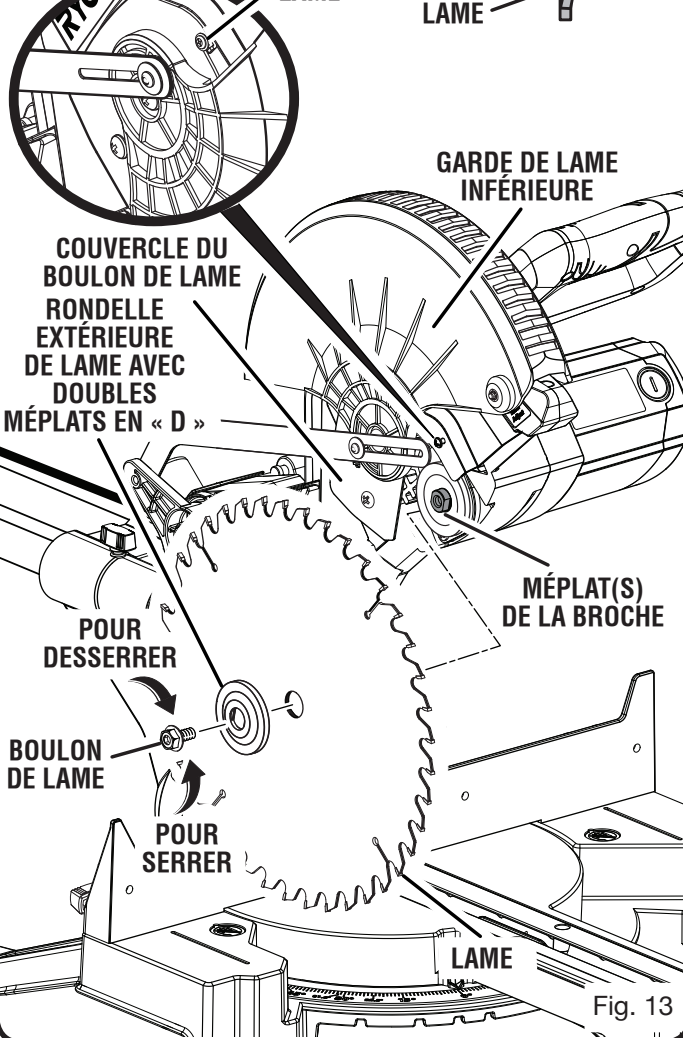

Fig. 13
- Engager la lame dans la garde inférieure et sur la broche. Les dents doivent être orientées vers le bas à l'avant de la lame, comme le montre la figure 13.